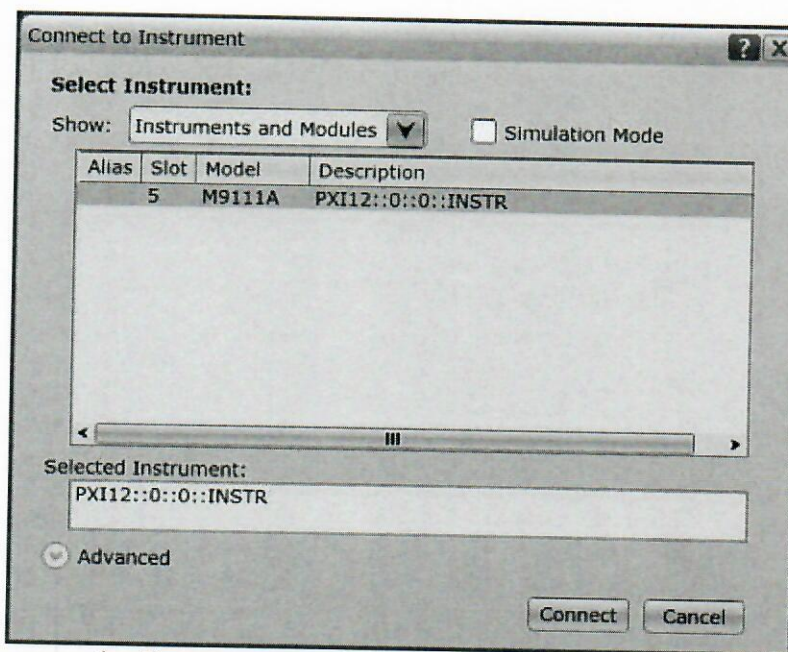

Рисунок 1 – Виртуальная панель управления прибором
7.2.4 Выбрать модуль и нажать кнопку “Connect” (Подключить) для подключения к панели “SFP” (см. рисунок 1).